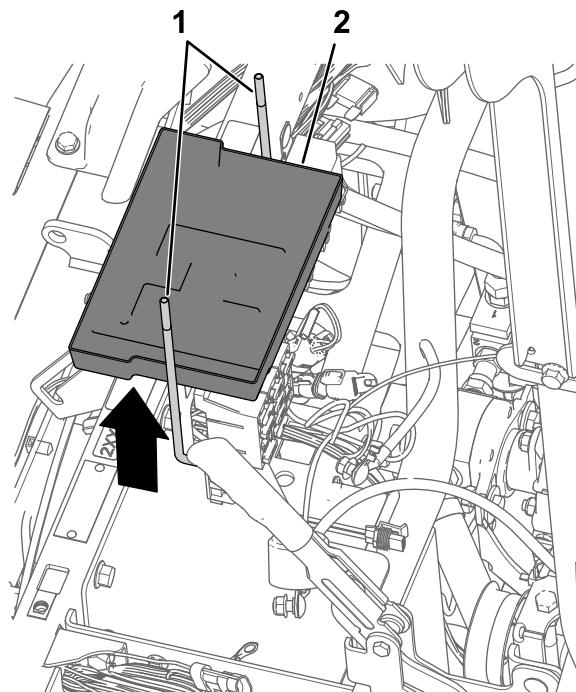

**Bild 169**
- 3. Entfernen Sie die Bolzen (10-24 x 3/4") und Muttern (10-24), die den Sicherungskasten an der Batteriehalterung halten (Bild 169).
4. Entfernen Sie die zwei Bundkopfschrauben (3/8" x 3/4"), mit denen die Batteriehalterung am Stützrohr des Stoßdämpfers der Maschine befestigt ist (Bild 169).